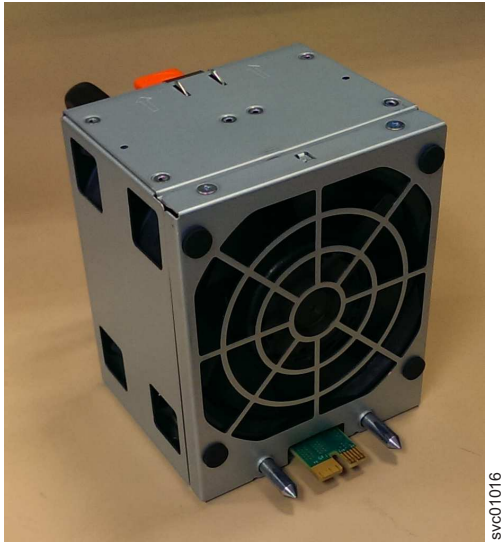

図 90. ファン・モジュールの向き
1. 図 90 に示すように、ファン・モジュールを、解放タブを上、コネクター・ピンを下にして保持します。